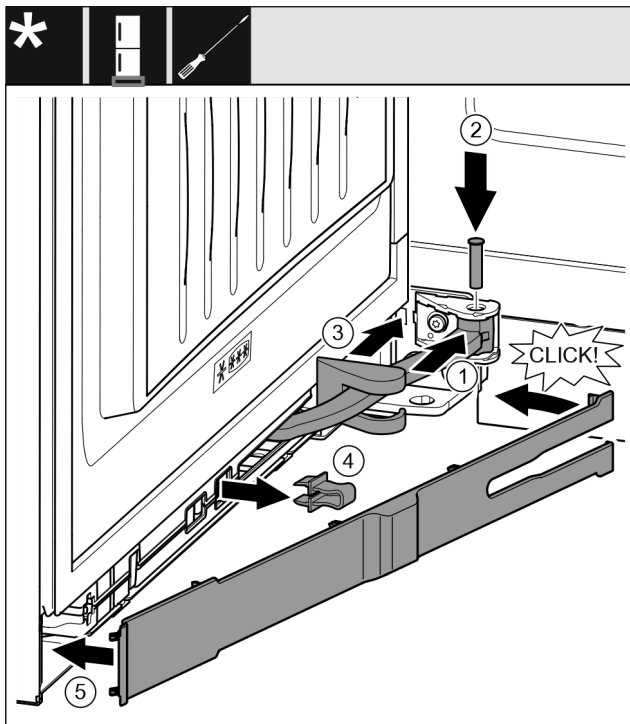

Fig. 32
- ▶ Gelenk Fig. 32 (1) in Aufhängung drehen.
- ▶ Bolzen Fig. 32 (2) mit einem Schraubendreher in Aufhängung und Gelenk einsetzen. Dabei darauf achten, dass der Rastnocken korrekt in der Nut sitzt.
- ▶ Lagerbockabdeckung Fig. 32 (3) entlang des Gelenks schieben und über der Aufhängung montieren.
- ▶ Sicherung Fig. 32 (4) abnehmen.
- ▶ Blende Fig. 32 (5) griffseitig ansetzen und einschwenken.